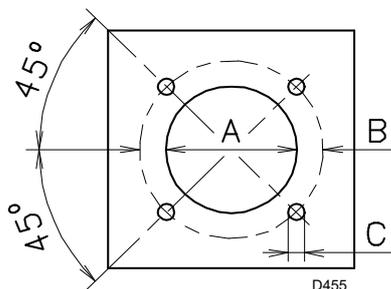

Fig. 11
Perforar la placa de cierre de la cámara de combustión como en la Fig. 11.
- Introducir todo el quemador en el orificio de la caldera, preparado anteriormente, como en la Fig. 11, y fijar con los tornillos suministrados.